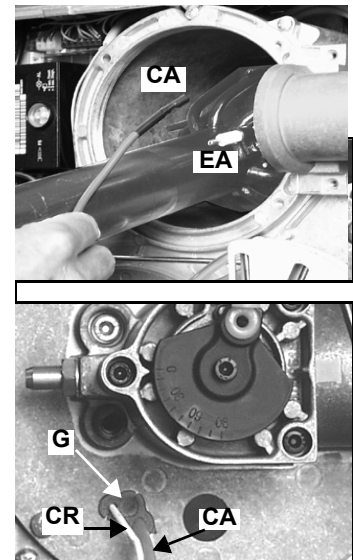

Fig. 46
- 3 Rimuovere il connettore CR dell'elettrodo di rilevazione (Fig. 46).
- 4 Scollegare il cavo CA dall'elettrodo di accensione EA (Fig. 46) e sfilarlo dal foro nella flangia di supporto testa, rimuovendo il gommino G (Fig. 46).